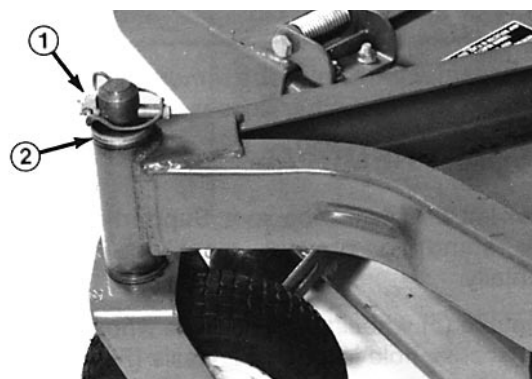

Fig. 9
3. Drej kraftudtagsakslen for at rette hullet i kraftudtagsakslen ind med hullet i chassiset (fig. 9).
4. Gennem adgangshullet i chassiset driv rullen ud af kraftudtagsakslen og udgangsakslen med en uddriver og en hammer (fig. 9).
6. Montér hjulet igen med de fem (5) hjulmøtrikker, som tidligere blev fjernet. Stram møtrikkerne med et moment på 80–109 kPa.